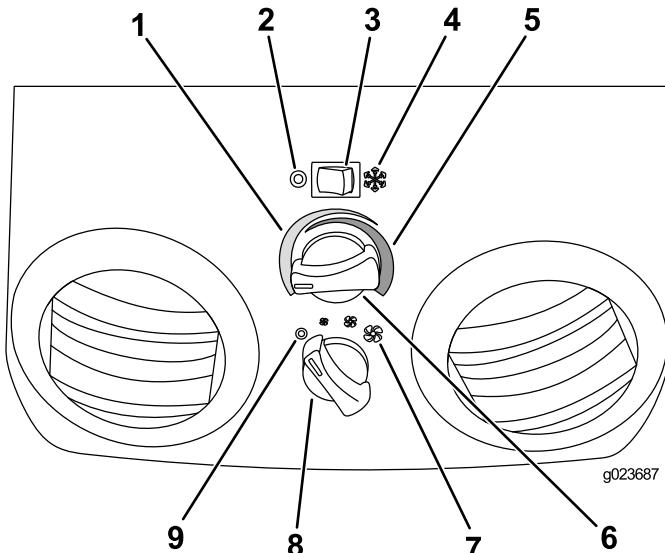

Bild 64
1. Schieben Sie den Schalter für die KLIMAANLAGE nach rechts, um die Klimaanlage in die EIN-Stellung zu drehen (Bild 64).
3. Drehen Sie das TEMPERATUR-Handrad nach links, bis Sie die gewünschte Temperatur erreicht haben (Bild 64).
4. Stellen Sie das Handrad für die LÜFTERGESCHWINDIGKEIT auf niedrig, mittel oder hoch (Bild 64).
1. Schieben Sie den Schalter für die KLIMAANLAGE nach links, um die Klimaanlage in die AUS-Stellung zu drehen (Bild 64).
3. Drehen Sie das TEMPERATUR-Handrad nach rechts, bis Sie die gewünschte Temperatur erreicht haben (Bild 64).